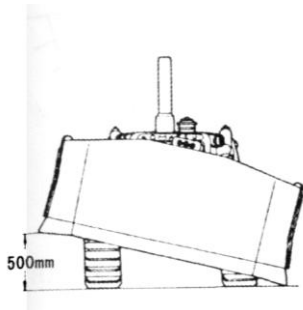

Рис. 3-6.
2) Перекашивание отвала (Рис. 3-6 ...3-7).